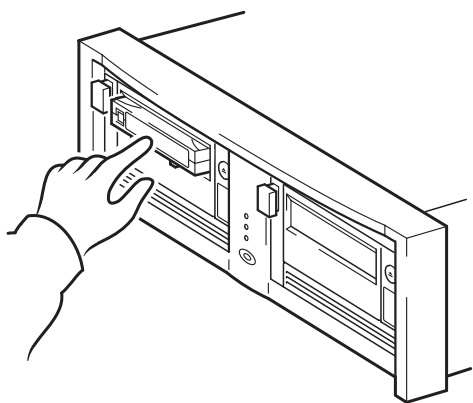

図 10a: HP OBDR の使用方法、ステップ 1
- 1 最新のブート可能カートリッジをテープ・ドライブに挿入します、これは HP OBDR に割り当てであるものです（図 10a を参照）。カートリッジには、CD-ROM フォーマットでテープにデータを書込むバックアップ・アプリケーションを使用する必要があります。